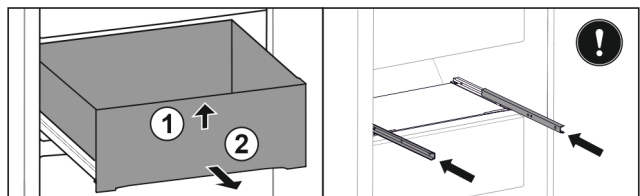

Fig. 134
- ▶ Підняти висувний ящик спереду. Fig. 134 (1)
- ▶ Вийняти висувний ящик рухом вперед. Fig. 134 (2)